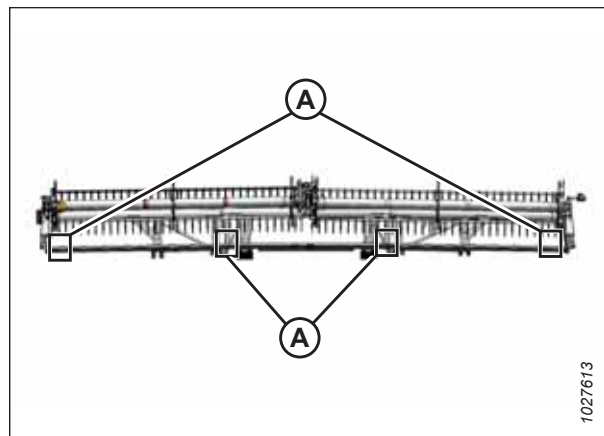

Figura 4.280: Ubicaciones de medición de FlexDraper®: molinete doble
- Plataformas de molinete doble: Figura 4.280, página 655